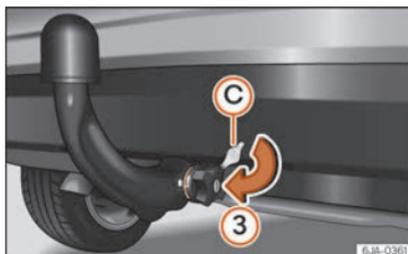

Fig. 237 Colocación de la tapa de la cerradura.
- Cierre con llave (B) la cerradura de la ruedecilla manual girando la llave hacia la derecha hasta el tope, en el sentido de la flecha (1) - la flecha en la llave señala el símbolo "cerradura cerrada".
- Extraiga la llave en el sentido de la flecha (2).
- Coloque la tapa (C) en la cerradura de la ruedecilla manual en sentido de la flecha (3) » » » fig. 237.